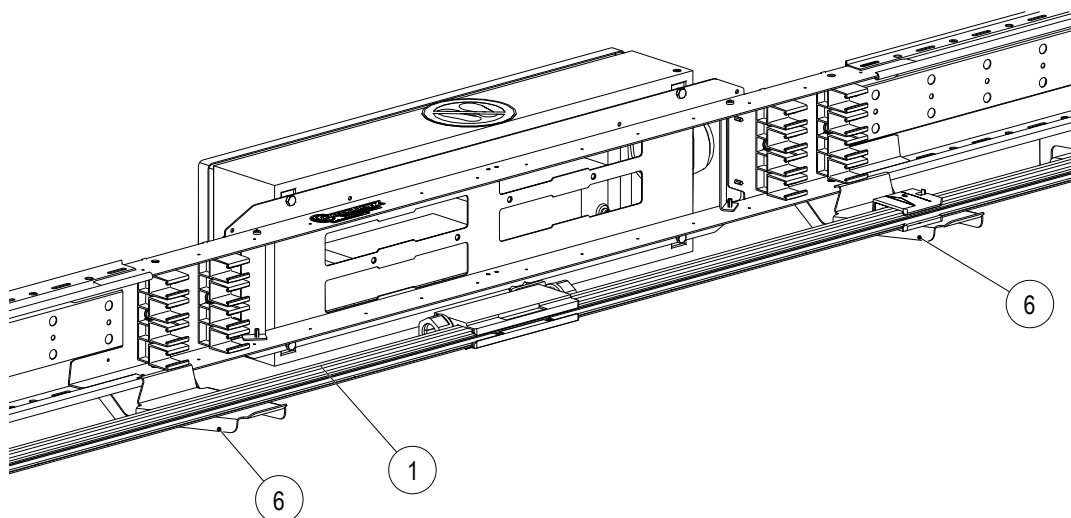

Abb. 27: Schleifleitungsschiene mit Einspeisung und Fixpunkt (1) auf die Hilfskonsolen (6) legen
2. Die Schleifleitungsschiene mit der montierten Einspeisung und Fixpunkt (1) auf die Hilfskonsolen (6) legen, um rechts und links die Schleifleitungsschiene (1) mit den weiteren Schleifleitungsschienen verbinden zu können (siehe Abb. 27). Für eine bessere Handhabung beim Verbinden sollten auch für die weiteren Schleifleitungsschienen Hilfskonsolen ins ProShell-Tragprofilssystem eingehängt werden.